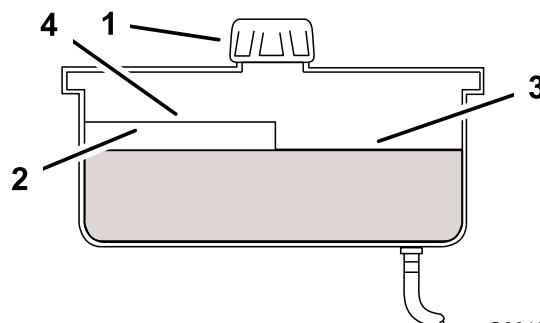

Figura 56
4. Limpie alrededor del cuello de llenado y el tapón del depósito de aceite hidráulico (Figura 56).
5. Retire el tapón del cuello de llenado. Mire dentro para ver si hay aceite en el depósito. (Figura 56).
Nota: El nivel de aceite debe llegar a la parte superior del nivel caliente del tabique cuando el aceite está caliente (Figura 56).